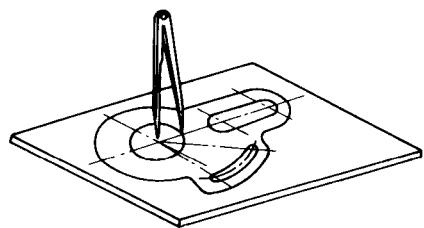

图 1-1 平面划线
① 平面划线 只需在一个平面上划线，即能明确表示出工件加工界线的方法称为平面划线。这是最基本的划线方法，也是立体划线的基础。仪表维修工划线时大部分采用的是平面划线如图 1-1 所示。